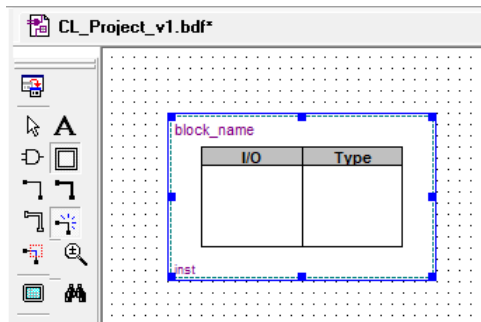

Рис. 1.15. Створення нового блоку
**4.1** Виберіть піктограму «Створення блоку» (**Block Tool**) для створення робочого блоку функціонального елементу – для даної лабораторної роботи це функціональний блок (ФБ), що реалізує певну логічну функцію. Натиснути на білій частині поля проекту ліву кнопку миші, і накреслити прямокутну область. Можна використовувати команди відміни (**Undo**) і повторення (**Redo**) дій із меню **Edit**. Вигляд створеного блоку показаний на рис. 1.15.